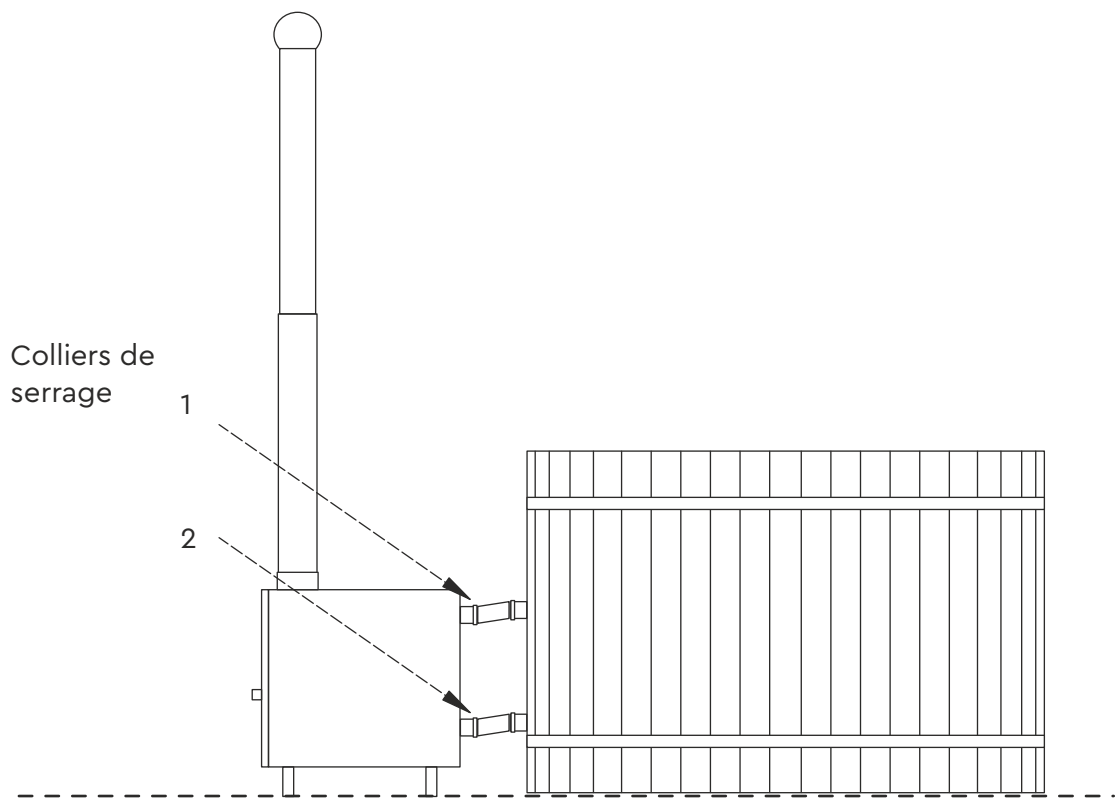

Figure 5
- Serrez les colliers de serrage (4 pièces). Voir Figures 5 et 6.
6. Assurez-vous que la cuve thermique, le poêle extérieur et les tuyaux flexibles de connexion sont correctement installés. Voir les figures 5 et 6.